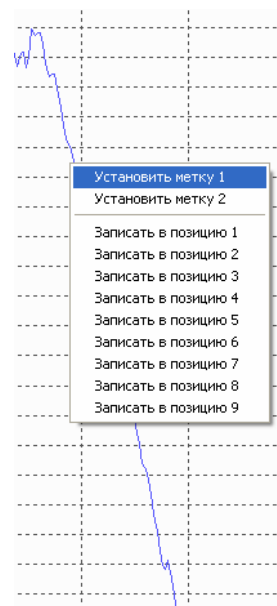

Рисунок 27
- Навести курсор мыши на точку, находящуюся примерно на 5 дБ ниже начала линейного спада, и нажать правую кнопку мыши. В появившемся меню выбрать пункт «Установить метку 1» (Рис. 27).
- Навести курсор мыши на точку, находящуюся примерно на 20 дБ ниже точки, отмеченной на предыдущем шаге, и нажать правую кнопку мыши. В появившемся меню выбрать пункт «Установить метку 2» (Рис. 27).